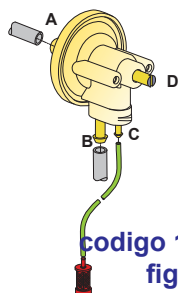

fig. 1
1.2 Funcionamiento del dosificador de abrillantador (fig. 1 - fig. 2)
Dosificador fig. 1: El dosificador utiliza la presión generada por la bomba de aclarado para cargar un muelle.